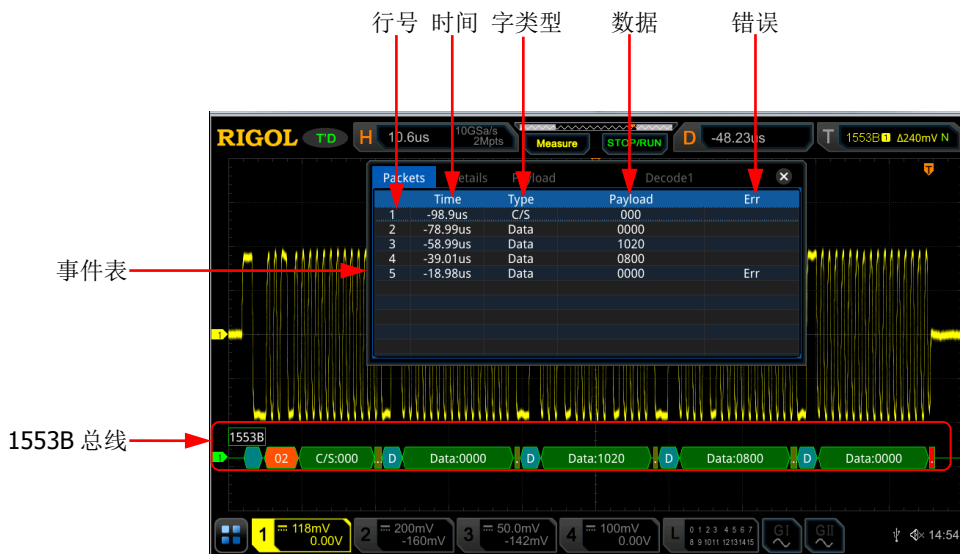

图 11-15 1553B 解码事件表
- 打开或关闭事件表：连续按 **事件表** 键，打开或关闭事件表显示。打开事件表，屏幕弹出如图 11-15 所示的事件表。您也可以使用触摸屏功能触摸事件表右上方的图标  关闭事件表功能。另外，当运行状态为“STOP”时，您还可以旋转多功能旋钮  选择指定行并查看相应的解码信息。